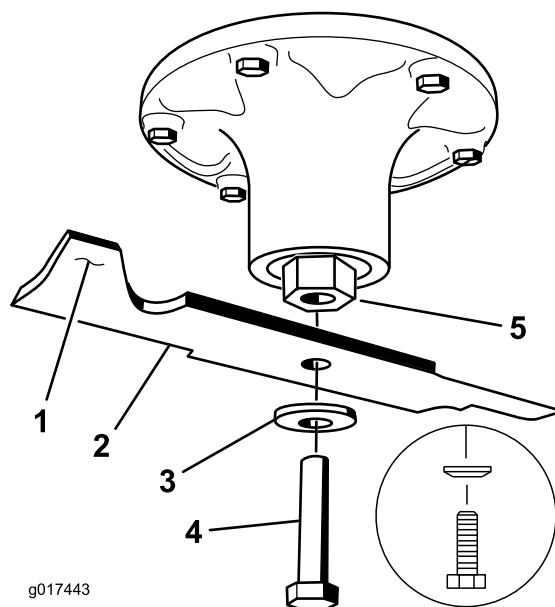

Figura 81
(Figura 81). Repita este procedimiento hasta que la cuchilla esté equilibrada.
2. Instale la cuchilla, la arandela de muelle y el perno de la cuchilla. El cono de la arandela de muelle debe estar orientado hacia la cabeza del perno (Figura 81). Apriete el perno de la cuchilla a 115–150 Nm (85–110 pies-libra).